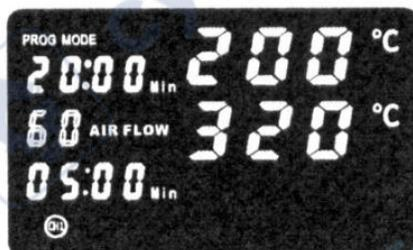

Рис. 4
5. Поворотом регулятора «START/STOP» или кнопками «+» / «-» нагревателя установите **температуру предварительного нагревателя**. Нажмите «START/STOP» для подтверждения — переход к настройке воздушного потока термофена (мигает значение «60», рис. 4).